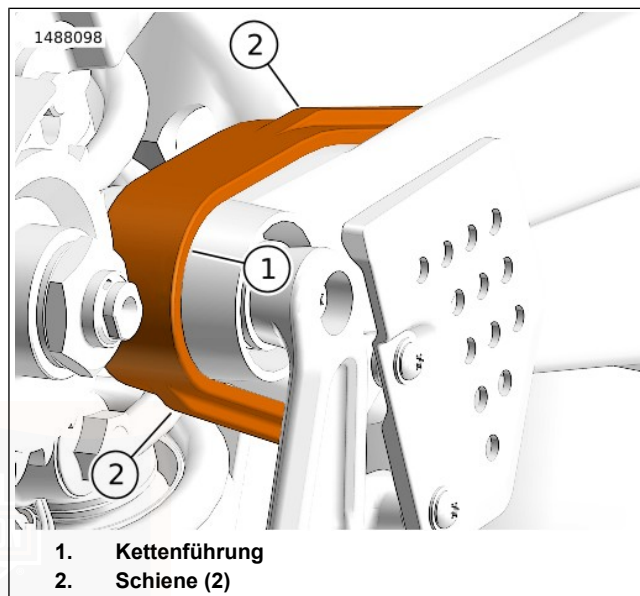

Abbildung 75. Kettenführungsschienen
Siehe Abbildung 75. Die Kettenführung (1) und Schiene (2) prüfen auf: